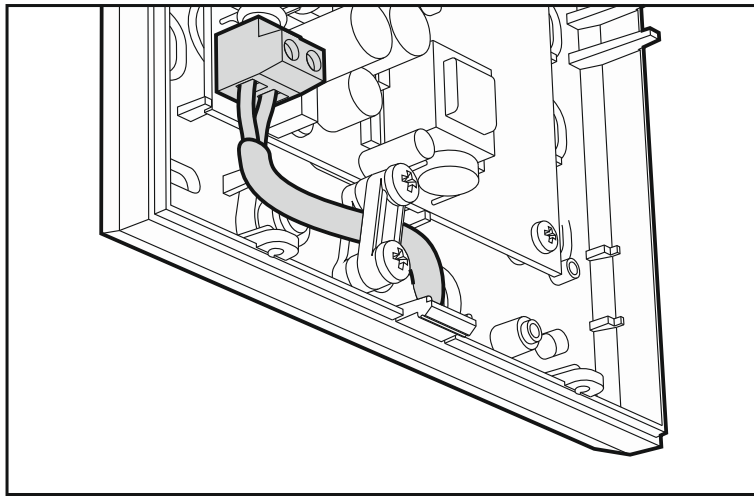

Fig. 2. Aansluiten van de voeding.
14. Sluit de bekabeling aan op de juiste aansluitingen: de fase draad op de L aansluiting, de nul draad op de N aansluiting (maak de bekabeling vast met de speciale klem – zie Fig. 2).